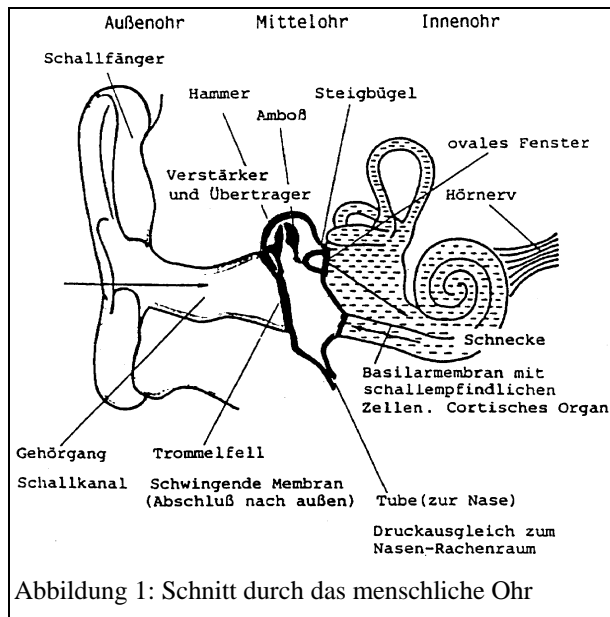
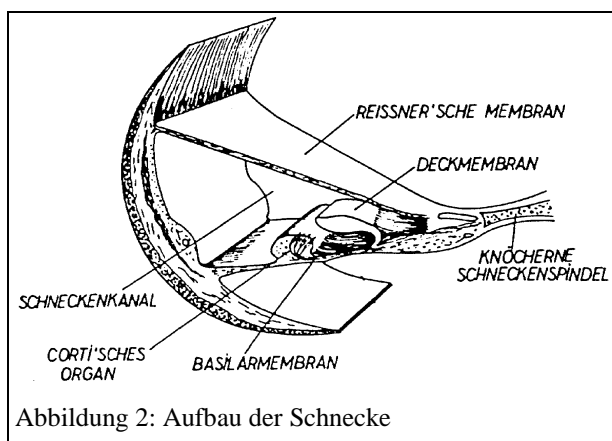

Abbildung 1: Schnitt durch das menschliche Ohr
Abbildung 2: Aufbau der Schnecke
- nach der Funktion des Schallwellenapparates (Übertragungsweg für Schallschwingungen; vgl. Abbildung 1) sowie
- nach der Funktion der Schnecke (Sitz des "Corti'schen Organs" als eigentliches Sinnesorgan) (vgl. Abbildung 1 u. Abbildung 2).
sinns angeordnet, das "Corti'sche Organ"; in ihm liegen die Haarzellen (Sinneszellen), die als Mechanorezeptoren die Schwingungen aus der Lymphe aufnehmen (Abbildung 2).